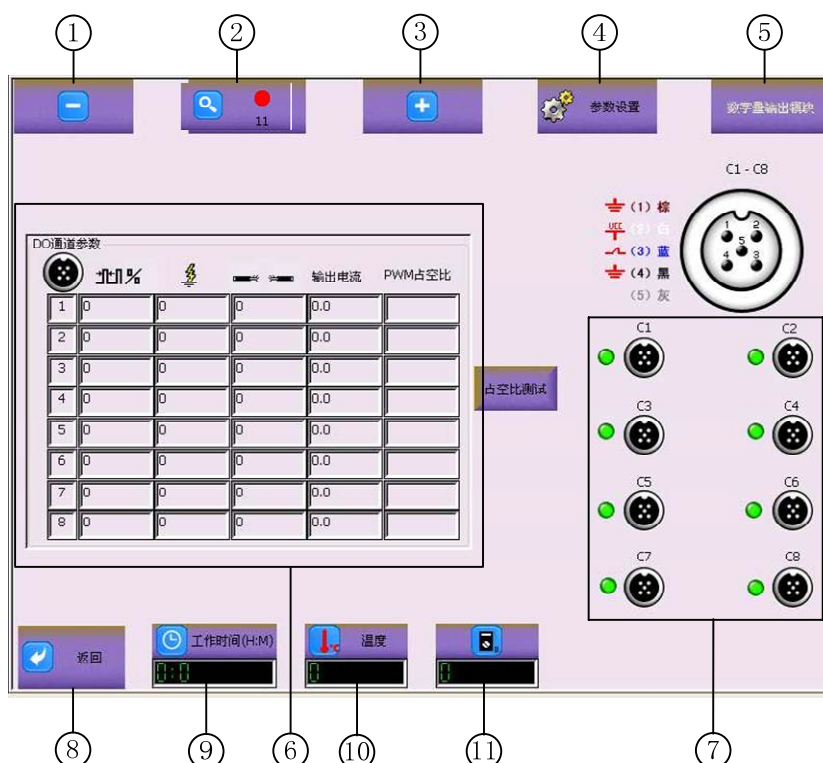

图38 DO 模块故障诊断界面
当在故障诊断主界面点击DO模块，将弹出DO模块的故障诊断界面，如图38所示。
- ① 按下该按键，将跳转到上一个模块的参数设置界面
- ② 模块号：显示当前模块的模块号，图38中显示的是J11模块。若当前模块与网络的通讯正常，则LED为绿色，当通讯异常时，则LED为红色
- ③ 按下该按键，将跳转到下一个模块的参数设置界面
- ④ 参数设置按键：按下该按键，将跳转至该模块的参数设置界面
- ⑤ 模块类型：显示当前模块的模块类型，图38中显示的是DO模块
- ⑥ 信息栏：从左至右依次显示通道号，PWM的实际占空比，短路次数，断路次数，负载电流和PWM占空比的设置（占空比测试时）
- ⑦ 通道和管脚标示（C1～C8）：若管脚输出信号，则相应的LED显示为绿色
- ⑧ 返回按键：按下该按键，将返回至故障诊断主界面
- ⑨ 工作时间：显示当前模块总的运行时间
- ⑩ 核心板温度：显示当前模块处理器附近区域的温度
- ⑪ 现场电源状态：显示当前模块现场电源的实际电压。若电压超出范围，则闪烁黄色。